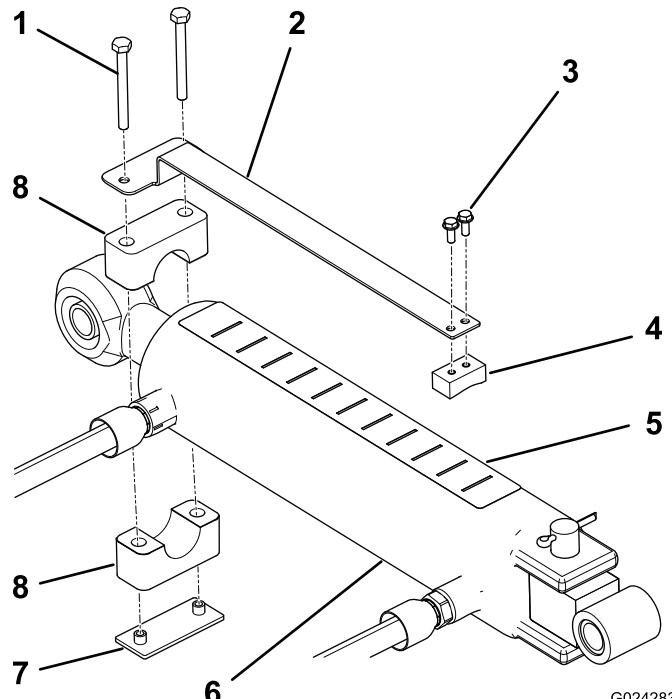

Figura 1
3. Monte el indicador de profundidad en el lado plano del tope deslizante con dos tornillos N° 10 de 1/2 pulgada, posicionando los componentes según se muestra en Figura 1.
4. Usando la abrazadera, la placa y dos tornillos de 1/4 x 2-1/2 pulgadas, monte provisionalmente el indicador de profundidad en el extremo de la varilla del cilindro del brazo de enganche superior (Figura 1). Asegúrese de que las abrazaderas tienen suficiente holgura para poderlas girar a la posición deseada.
6. Pegue la pegatina de profundidad en la parte superior del cilindro en un lugar que esté a la vista del operador, donde no interfiera con las mangueras hidráulicas u otros obstáculos (Figura 1). El extremo de la pegatina que lleva la letra “J” debe estar orientado hacia el aireador.